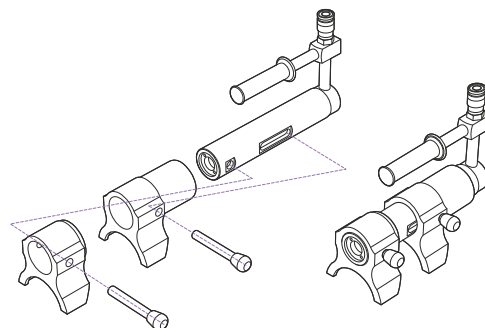

Рис. 4.5.6
7. Подготовить гидравлический инструмент к работе: установить на гидроцилиндре опорную и подвижную губки, закрепить их фиксаторами (рис. 4.5.6).